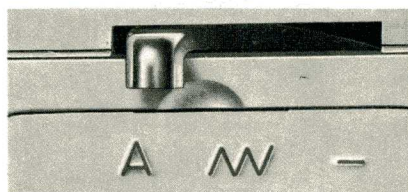

FIG. 87
- 5/A-1 Déplacer le petit levier sur A (fig. 87).